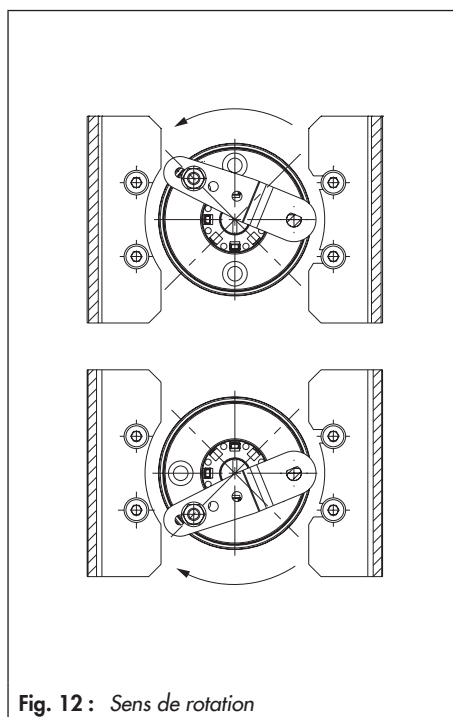
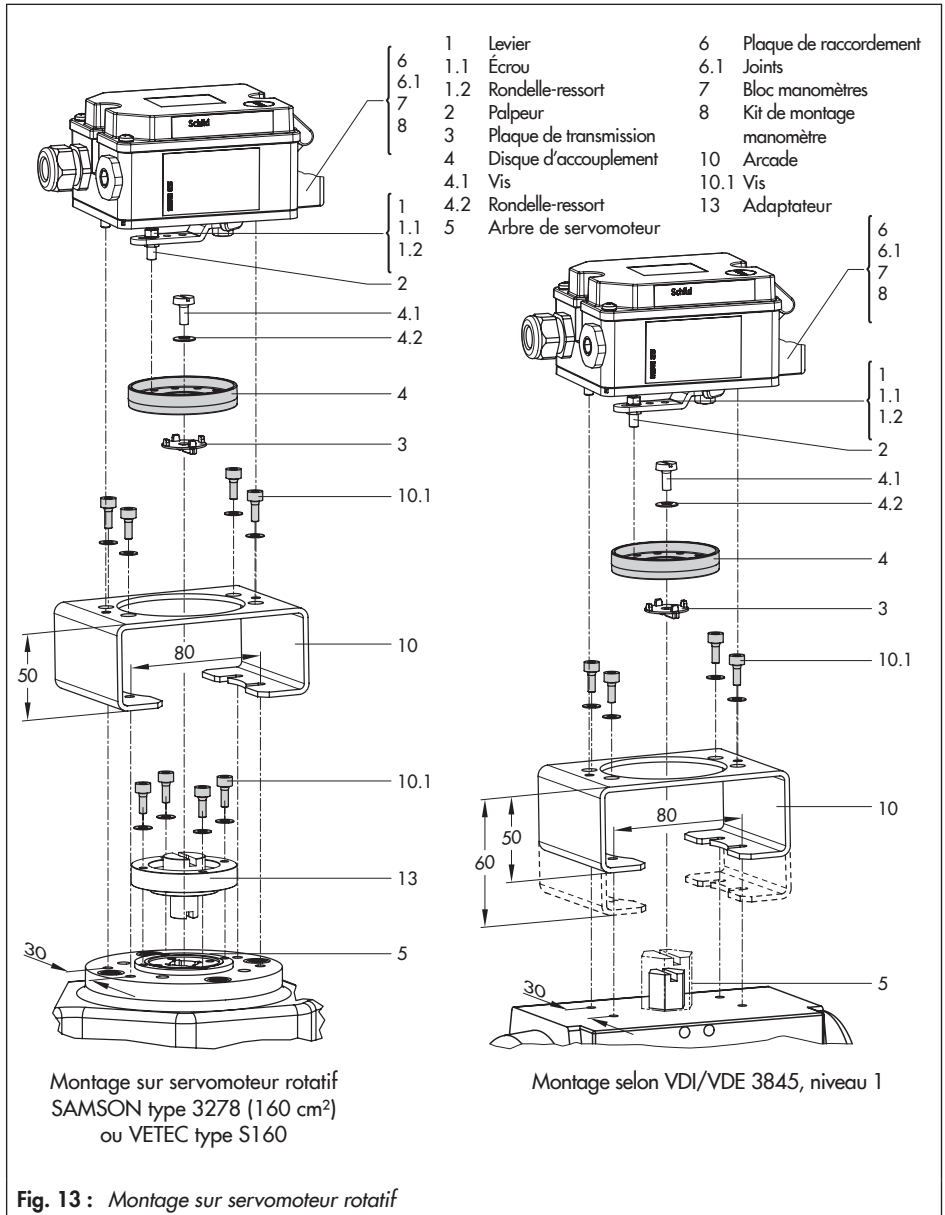

Fig. 12 : Sens de rotation
Fig. 13 : Montage sur servomoteur rotatif
1. Enfoncer la plaque de transmission (3) sur la fente de l'indicateur de position du servomoteur ou sur l'adaptateur (13).
2. Placer le disque d'accouplement (4) sur la plaque de transmission (3) avec le côté plat vers le servomoteur. Lorsque la vanne est en position de fermeture, la fente de ce disque doit coïncider avec le sens de rotation selon la Fig. 12.
3. Visser à fond le disque d'accouplement (4) et la plaque de transmission (3) sur l'arbre du servomoteur à l'aide de la vis (4.1) et de la rondelle-ressort (4.2).
4. Monter la plaque de raccordement (6) ou le bloc manomètres (7) avec les manomètres (8) sur le positionneur en veillant à ce que les deux joints toriques soient positionnés correctement.
5. Fixer l'arcade (10) sur le servomoteur à l'aide de quatre vis (10.1).
6. Dévisser le palpeur standard (2) situé sur le levier M (1) du positionneur. Utiliser le palpeur seul (Ø 5 mm) du kit de montage et le visser fermement en position 90°.
7. Placer le positionneur sur l'arcade (10) et le visser fermement. Le levier (1) et le palpeur doivent être engagés dans la fente du disque d'accouplement (4) en tenant compte du sens de rotation du servomoteur (Fig. 13).